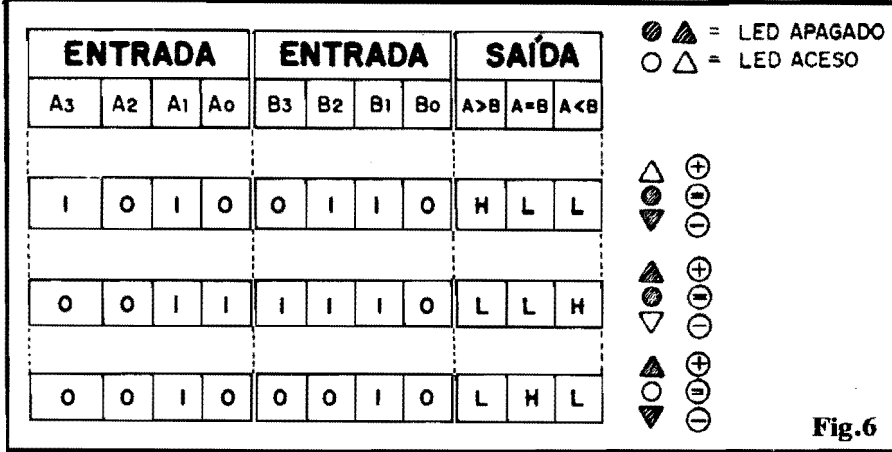

Fig.6
- FIG. 6 - EXPLICAÇÕES SOBRE A "COMPARAÇÃO DE MAGNITUDE" - A tabela mostrada indica uma série de codificações/exemplos, para que o Leitor/Hobbysta ainda não muito familiarizado com os "digitais/binários da vida", possa perceber mais profundamente o funcionamento da "coisa"... Sempre lembrando que: "chave aberta" corresponde a um bit em "1" e chave fechada corresponde a um bit em "0", e interpretando as Saídas com o código: "H" para "alto" (high, em inglês...) e "L" para "baixo" (low, em inglês...), observem os três exemplos de comparação, com os respectivos resultados mostrados pelo display de LEDs... Notem que o LED central ("A = B") apenas acende quando os valores numéricos em